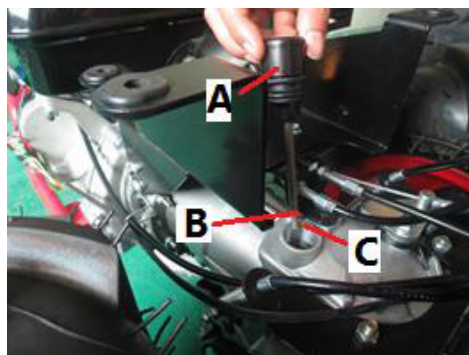

Fig.16
**Cutie de viteze:** Verificați joja de ulei la fiecare 50 de ore de muncă prin îndepărtarea dopului A și verificați dacă, cu mașină în plan orizontal, uleiul ajunge la marcasele B / C (fig. 16). Dacă este necesar, se adaugă ulei cutie de viteze ( ulei pentru transmisie ).